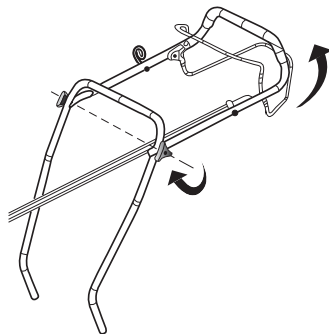

Рис. 2
**Для моделей GLD-460 и GLD-460SP.** Присоедините верхнюю часть рукоятки к нижней части рукоятки с помощью комплекта крепежа, как показано на рис. 2.